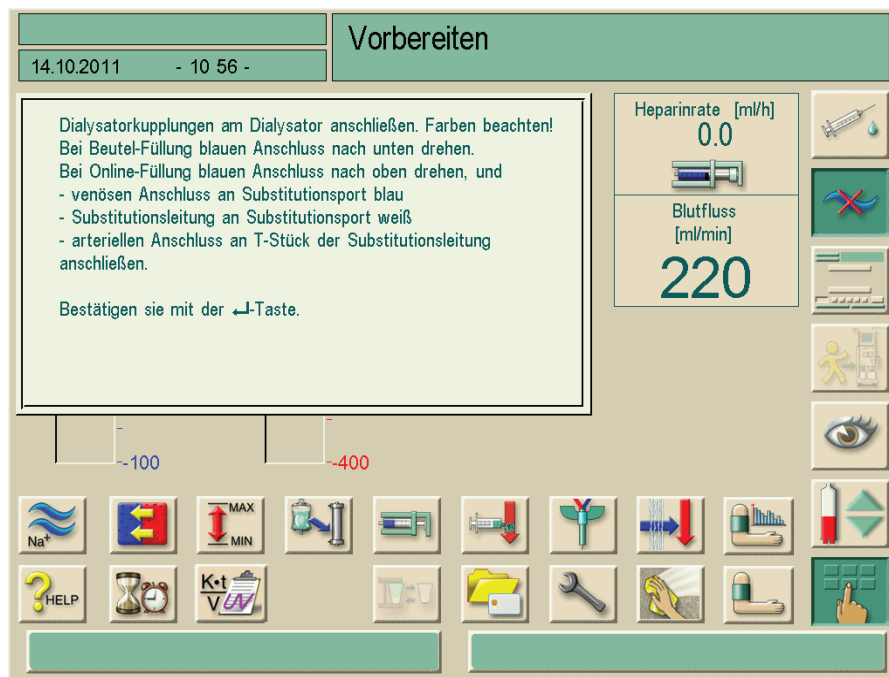

Abb. 9-4 Hinweisbildschirm zum Anschließen
Das Bestätigungsfenster (Abb. 9-4 Hinweisbildschirm zum Anschließen (164)) erscheint.